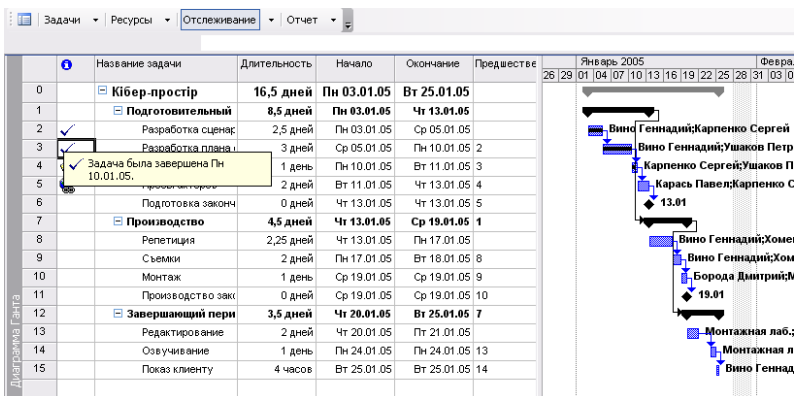

Рис. 123. Подання Диаграмма Ганта проекту з завершеними роботами
14.2.2. Сервис/Отслеживание/Обновить проект, у цьому вікні вибрати варіант Обновить трудозатраты как завершённые по, та ввести 10.01.20__ в суміжне поле/OK (рис. 123):